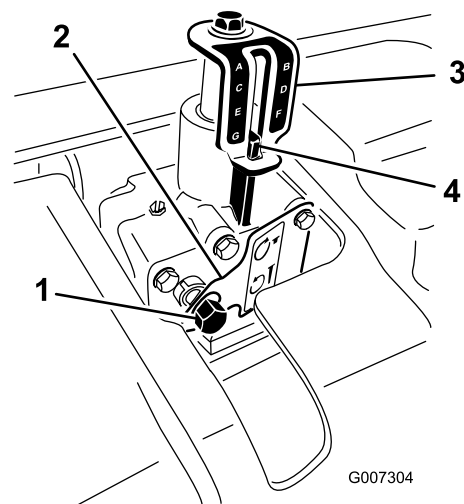

图24
3. 用棘轮将一个 9/16 英寸的套管插入深度调节器输入轴内图24。
5. 顺时针旋转深度调节器可减小打孔深度逆时针旋转则可增加打孔深度 图24。
6. 旋转深度调节器输入轴直至达到深度指示标贴上所示的所需深度 图24。